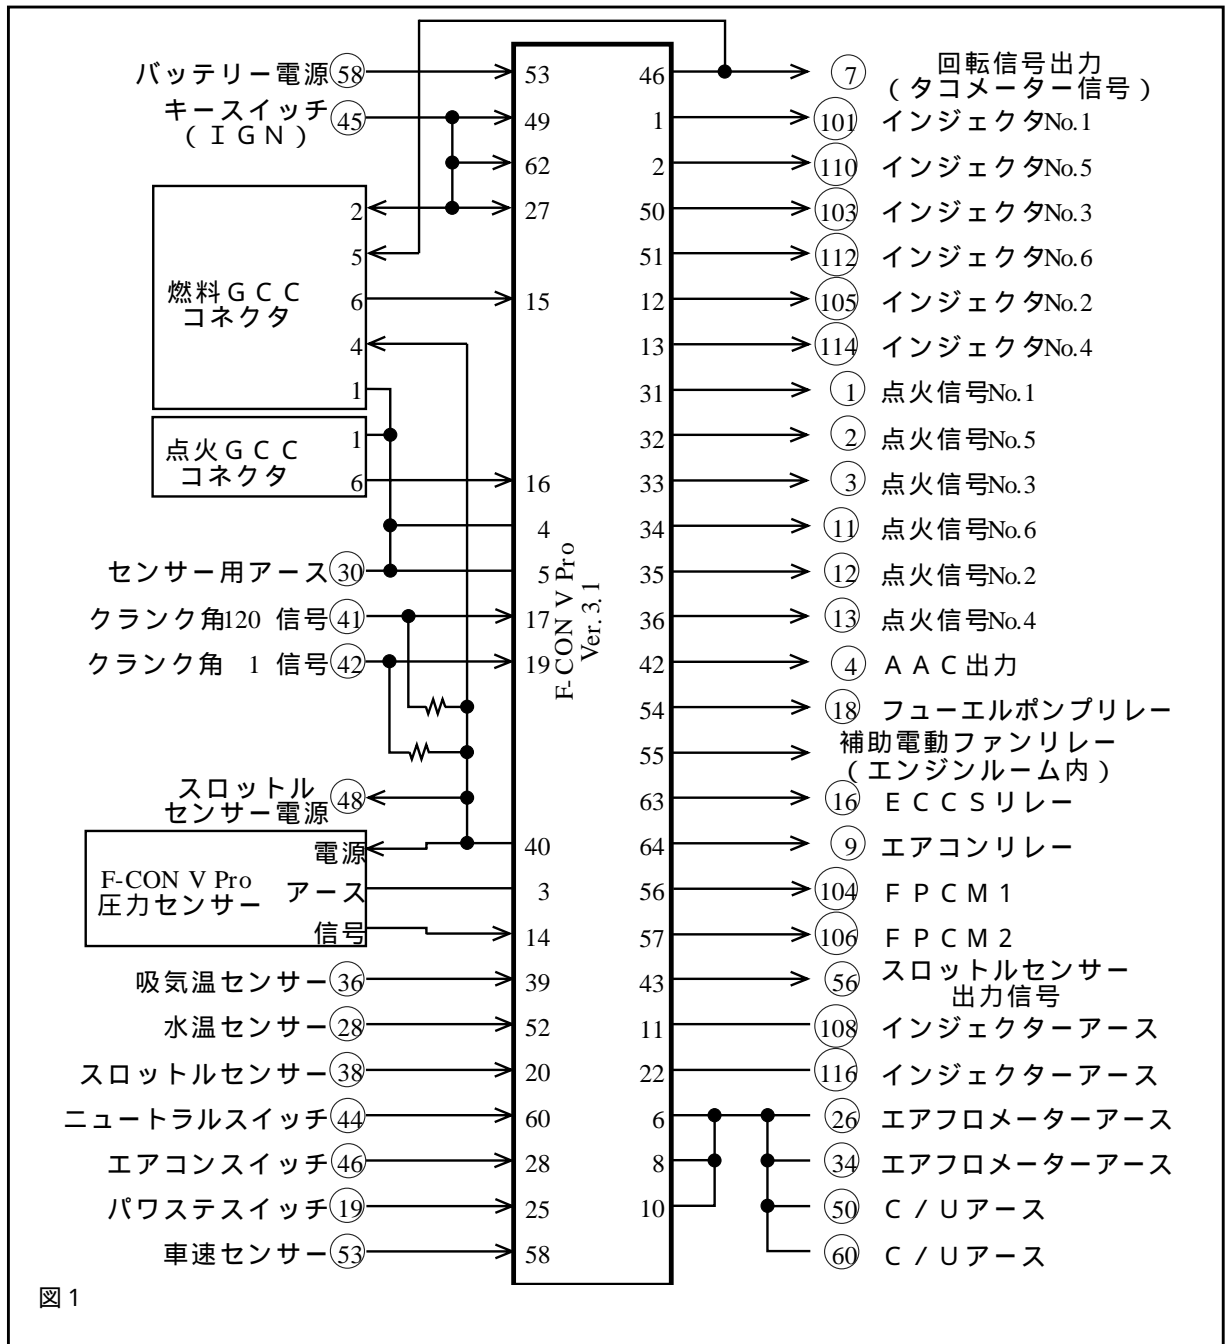
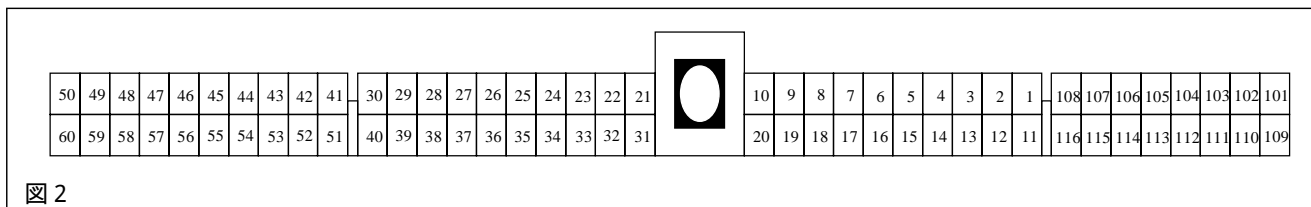
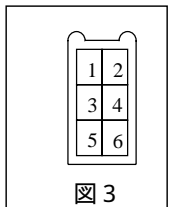

図 1
図 2
図 3
- ・ 図 1 の で囲まれたコネクタ端子番号は純正のコネクタ端子番号です。純正のコネクタ端子番号は図 2 を参照してください。図 1 の G C C コネクタ端子番号は図 3 を参照してください。
- ・ 図 1、図 2、図 3 の端子番号は端子挿入側（ハンダ付け側）より見たものになります。